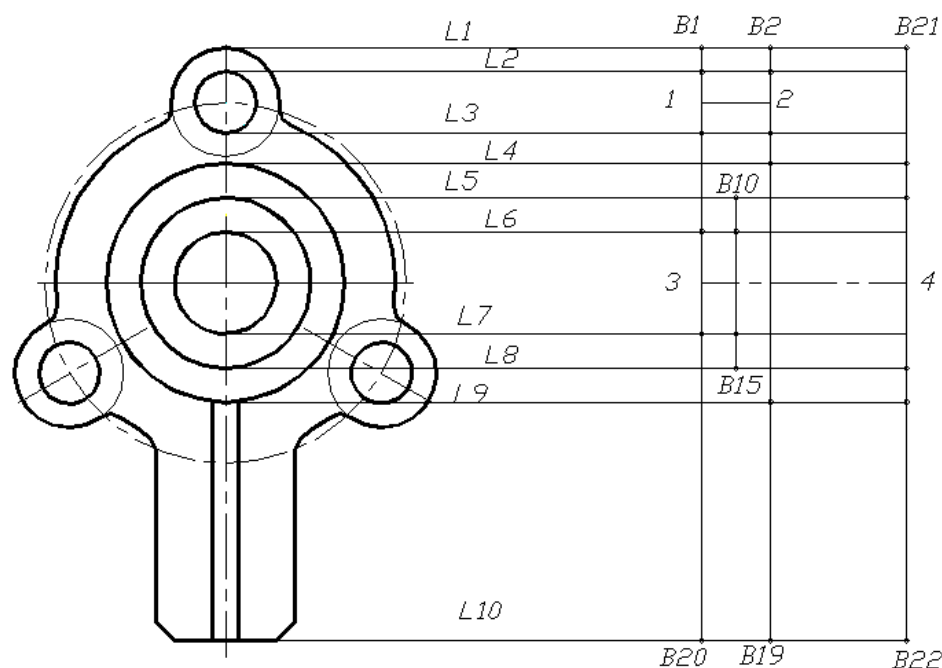

Рис. 2.12. Вспомогательные построения
Проведите вертикальные линии B1-B20 и B21-B22 с координатами **B1 (260, 269), B20 (260, 95), B21 (320, 269), B22 (320, 95)**, рис. 2.12.
Строим вертикальную линию B2 – B19 (расстояние B1 – B2 равно 20 мм) и линию B10 – B15 с координатами **B10 (270, 225), B15 (270, 175)**, рис.2.12.
- Проведите осевые линии 1-2, 3-4, используя объектный захват точек на главном виде, рис.2.12.